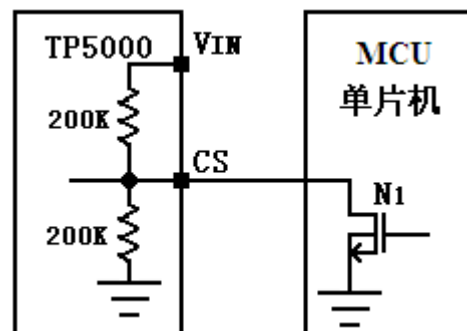

图 5 受外部控制的磷酸铁锂电池充电状态与停机状态的切换
3.6V 磷酸铁锂电池充电状态与停机状态的切换。如图 5 所示，如果 NMOS 管栅极输入低电平，N1 截止，此时 CS 端悬空，则充电截止电压为 3.6V，TP5000 为磷酸铁锂电池充电。当 NMOS 管栅极输入高电平，N1 导通，CS 端被下拉到 **GND**，TP5000 为停机模式。